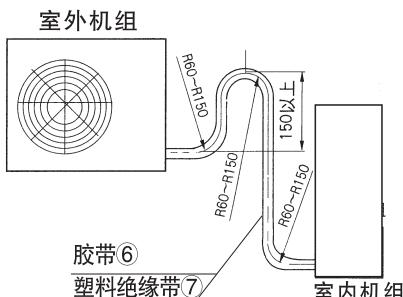

图7
- 注：(1) 本机组允许连接管最大长度为15米。机组所配连接管②、③长度为5米，若要加长，推荐从第5米开始每加长1米连接管追加制冷剂25克。
(2) 安装时如必须加长连接管，请按表(1)要求连接。
(3) 室内、外机高度差必须小于5米。
(4) 当室外机比室内机高时，必须将铜管弯制“回油弯”如图7。